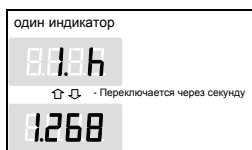

Рисунок 16
3.7.6.3 Переключение индикации происходит по аналогии с рабочим режимом (рисунок 16).